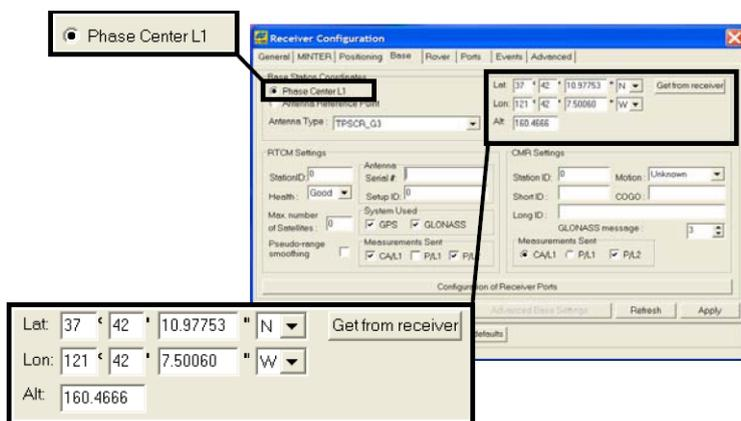

Figura 3-5. Configuración del equipo base
7. Haga clic en la pestaña *Base* y ajuste los parámetros siguientes (Figura 3-5 en la página 3-6), a continuación haga clic en **Apply**.